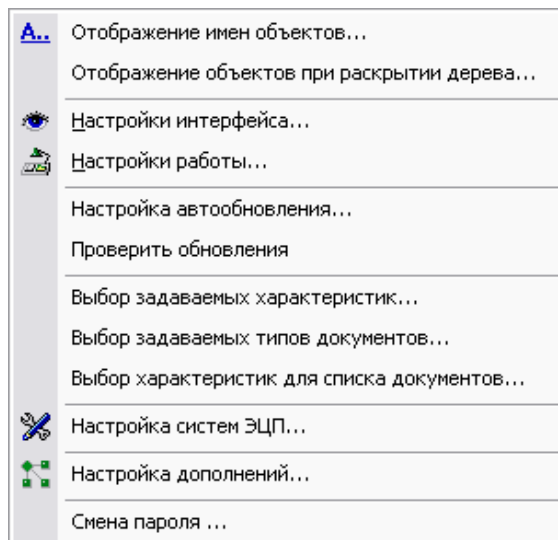

Рис. 286
1. В главном меню Модуля выберите пункт **Настройки** (Рис. 286).